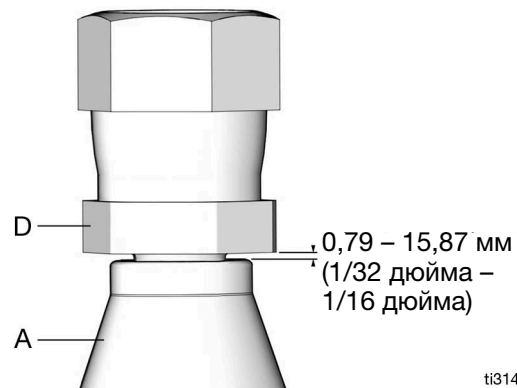

Рис. 69
8. Между втулкой (а) и шестигранником (d) оставьте зазор 0,79 – 15,87 мм (1/32 – 1/16 дюйма) (Рис. 69).